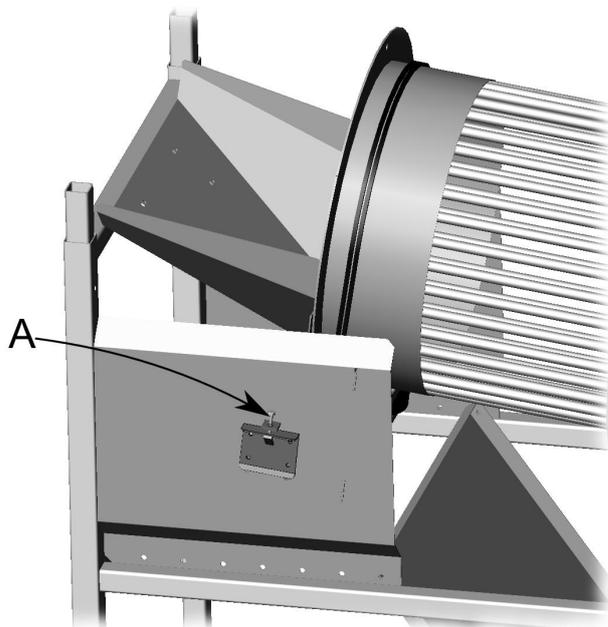

Abb. 7.
- Die Keilriemen werden durch Anziehen der Schraube A (Abb. 7) gespannt.